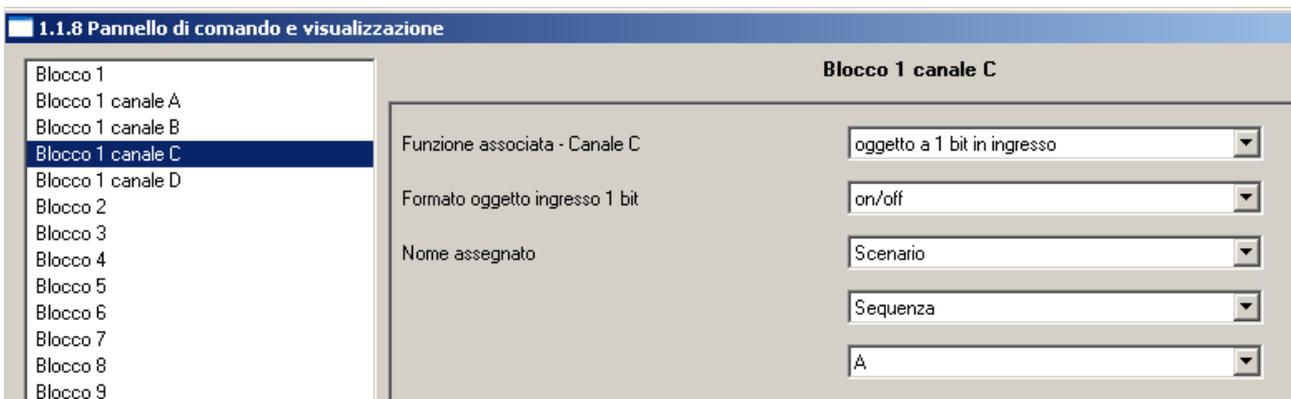

Fig. 32: Finestra di configurazione parametri **Pannello di comando e visualizzazione – Blocco 1 canale C**
Tramite ETS3 (vedi fig. 32) si è attribuito alla segnalazione in ingresso al pannello il nome di **Scenario Sequenza A**, segnalazione inviata dall'interfaccia (2) della centrale antifurto C1 e segnalante l'inserimento totale dell'impianto anti intrusione.